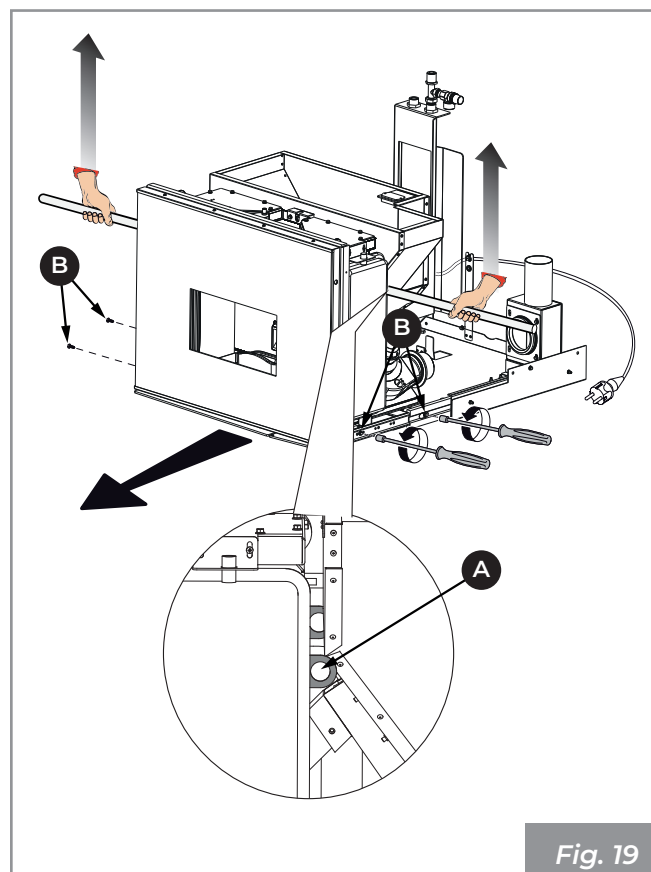

Fig. 19
- sostenga la estufa valiéndose de una barra metálica (1/2" longitud 2 metros) para introducir los correspondientes pasadores (A) situados detrás de la caldera (**Fig. 19**);
- desenrosque los 4 tornillos (B) que bloquean la estufa en las guías correderas y sepárela de estas (**Fig. 19**);